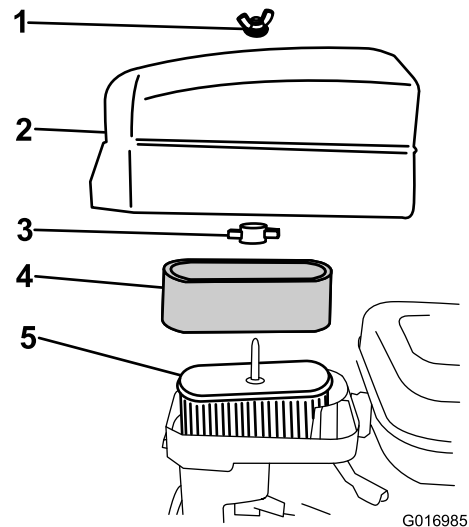

Figura 26
4. Si el elemento de gomaespuma está sucio, sepárelo del filtro de papel (Figura 26) y límpielo a fondo, de la manera siguiente: